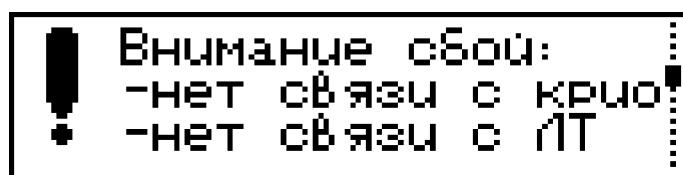

Рисунок 23 — Сообщения об ошибках
2.15.1 В процессе измерения установка непрерывно контролирует состояние оптических датчиков уровня, электронных термометров и термостата (если параметр управления термостатом имеет значение «да»). В случае обнаружения их неправильного функционирования на дисплей может быть выведена (см. 2.19) информация об обнаруженных ошибках (рисунок 23).
- для возврата в предыдущее состояние дисплея нажать кнопку (X).